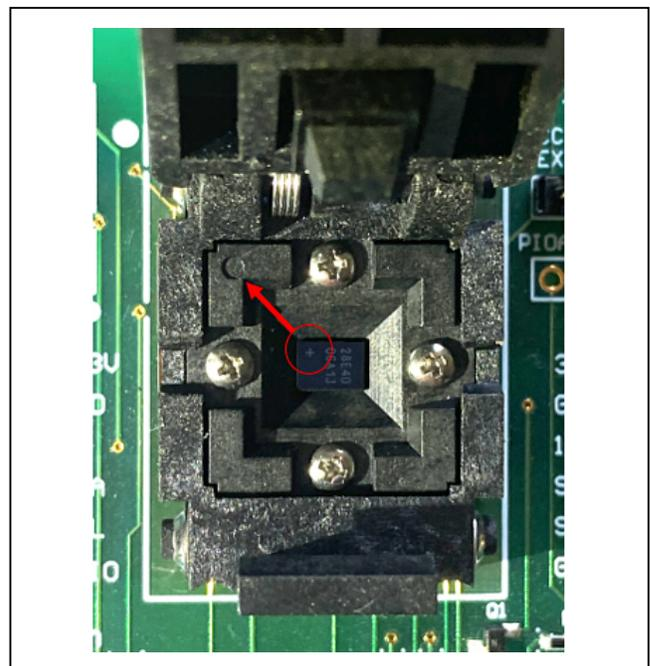

Figure 6. Orientation of the DS28E40 in the Burn-In Socket
- a. Open the socket and insert a DS28E40G/V+ as shown in Figure 6.